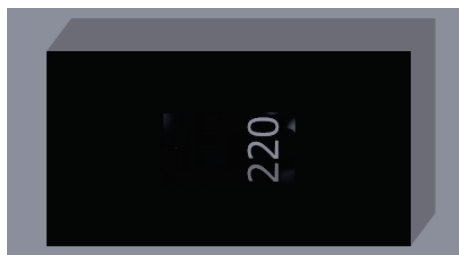

Figura 2
Nota: A chave seletora (26) de voltagem (*figura 2*) encontra-se na parte inferior do equipamento.